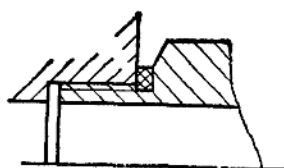

图6-1-20 平螺接管接头
④ 金属零件与平垫圈相接触的端面，必须垂直于其轴心线，并要求平整无径向划伤缺陷。
⑤ 拧紧法兰盘上四个螺母时，要对角拧紧，施力均匀，逐步上紧，使其紧密无缝。
2) 平螺接管接头 在压铸机上广泛采用的如图6-1-20所示的平螺接管接头，这种管接头是依靠垫圈来防止泄漏的，但应注意如下几点：